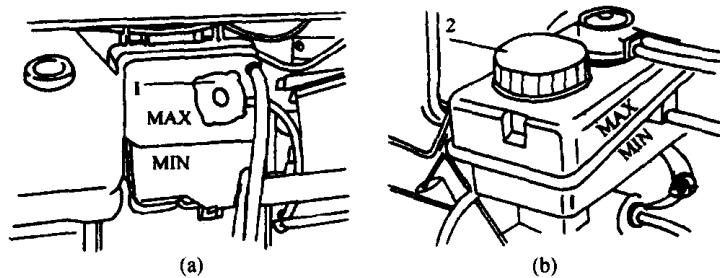

图 1-4 检查冷却液液位和制动液液位
(2) 检查冷却液液位，其液面必须在 MAX 和 MIN 两标记之间。如果需要，通过加液口 1 添加冷却液，如图 1-4(a)所示。
(3) 检查风窗清洗液面，用水和 DPI 的混合液注满，检查管路是否堵塞，必要时用针捅通
(4) 检查制动液液位,如图 1-4(b)所示,液面应在 MAX 与 MIN 两标记之间。